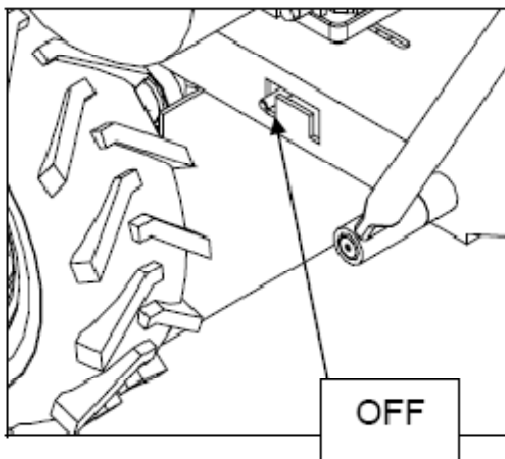

Fig. 5
- Plaats de koppelingshendel op de differentiële groep OFF positie, zoals getoond in Fig. 5